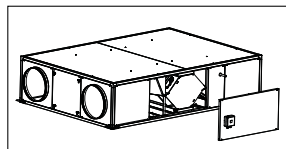

Fig. 1
2. Verwijder het zijpaneel (fig. 1).